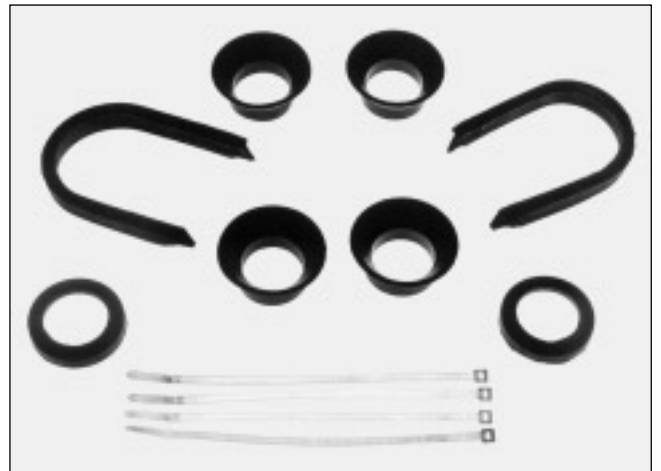

FIG. 42
2. Les pare-poussière d'avant juin 1991 sont immobilisés par six boulons M8 x 1,25 serrés au couple indiqué au tableau 1 de la page 13. Lorsqu'une étanchéité supplémentaire s'avère nécessaire, Meritor propose en option un kit de composants d'étanchéité en caoutchouc (Fig. 42).